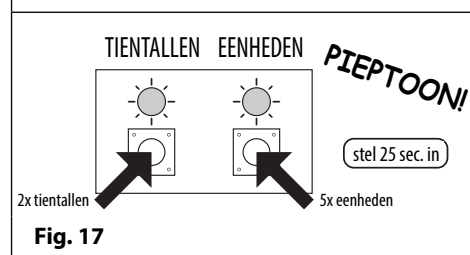

Fig. 17
2. Gebruik de knoppen 'tientallen' en 'eenheden' om de relai tijd in te stellen; om de relai tijd bijvoorbeeld op 25 te zetten moet u twee keer op de knop 'tientallen' en 5 keer op de knop 'eenheden' drukken (telkens nadat u op de knop hebt gedrukt, hoort u een bevestigingstoon en de gele LEDs 'tientallen/eenheden' knipperen), zie **Fig.17**.